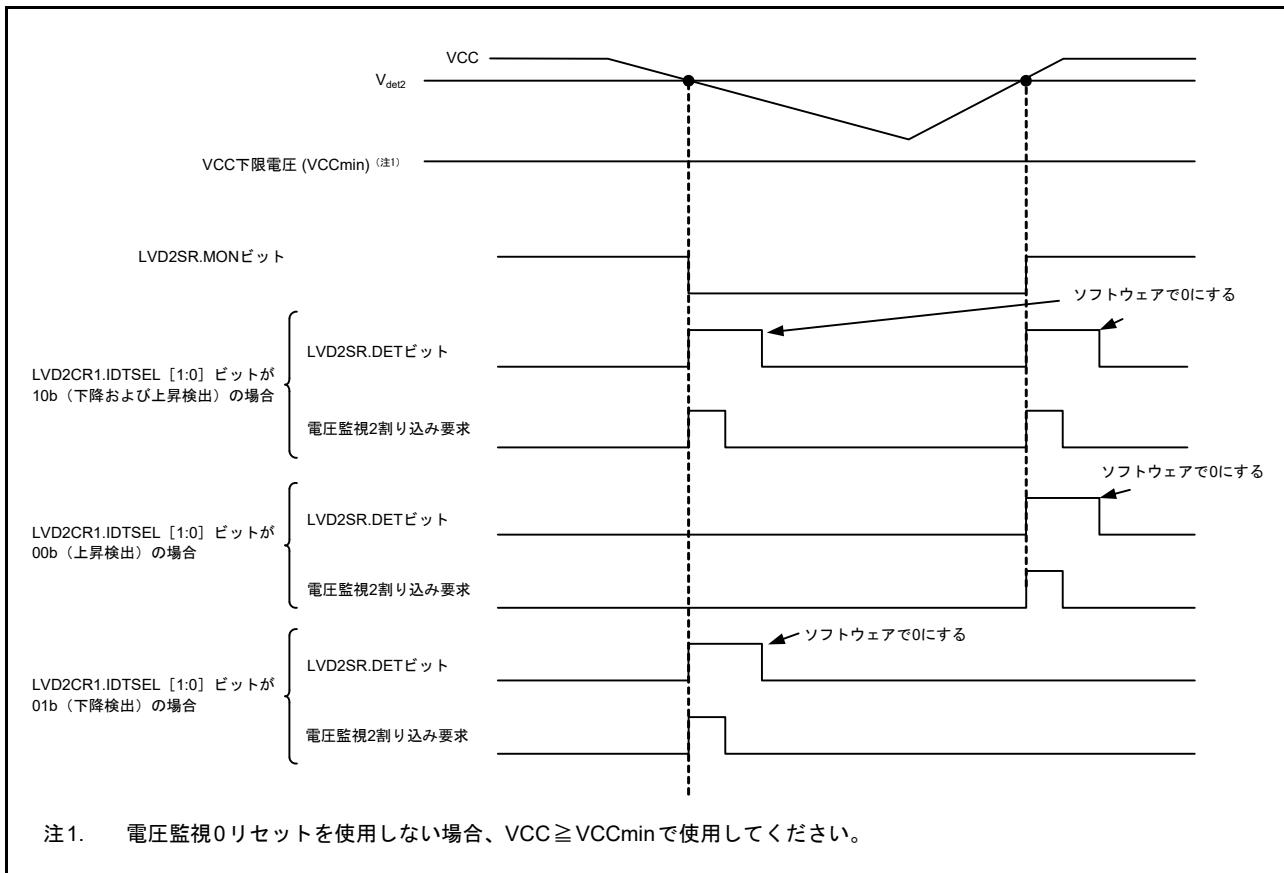

図 7.6 電圧監視 2 割り込みの動作例
**表 7.6** に、電圧監視 2 割り込み、電圧監視 2 リセット関連ビットの動作設定手順を示します。**表 7.7** に、電圧監視 2 割り込み、電圧監視 2 リセット関連ビットの停止設定手順を示します。図 7.6 に電圧監視 2 割り込みの動作例を示します。電圧監視 2 リセットの動作については、「5. リセット」の図 5.2 を参照してください。